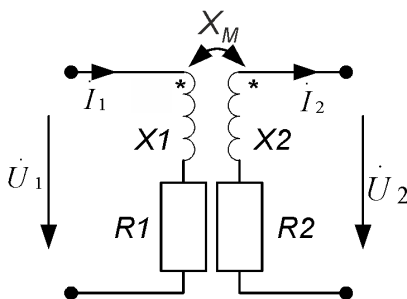

Рис. 3.86
2. Определить значения коэффициентов четырехполюсника (трансформатора), представленного на рис. 3.86.